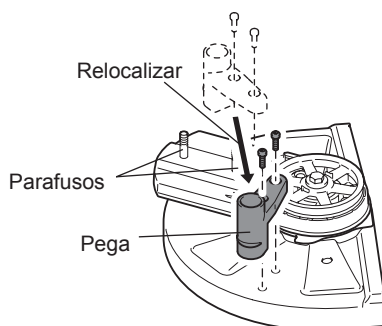

Fig. 5
- Reposicione a pega. (Fig. 5)